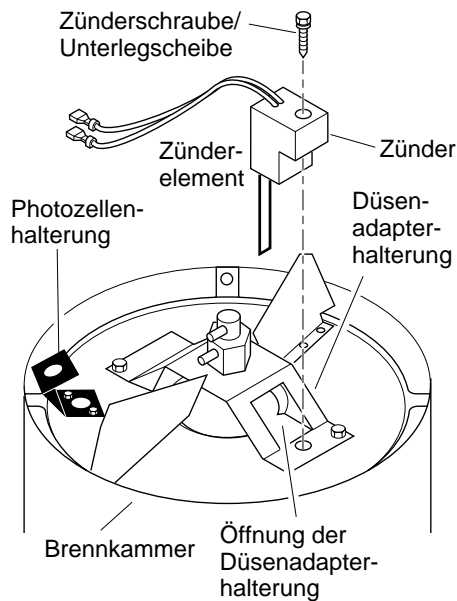

Abbildung 12 - Ersatzzünder
6. Die Brennkammer ausbauen. Die Brennkammer so aufstellen, das die Düsenadapterhalterung nach oben zeigt (siehe Abb. 12).
9. Den Zünder vorsichtig in die Öffnung in der Düsenadapterhalterung einschieben. Das Zünderelement nicht anschlagen. Den Zünder mit der Schraube und einem 1/4 Zoll Steckschlüssel an der Düsenadapterhalterung befestigen (siehe Abb. 12). Die Schraube auf ein Drehmoment von 0,90 bis 1,69 Nm (8 bis 15 Zoll-Pfund) festziehen. Nicht zu stark festziehen.